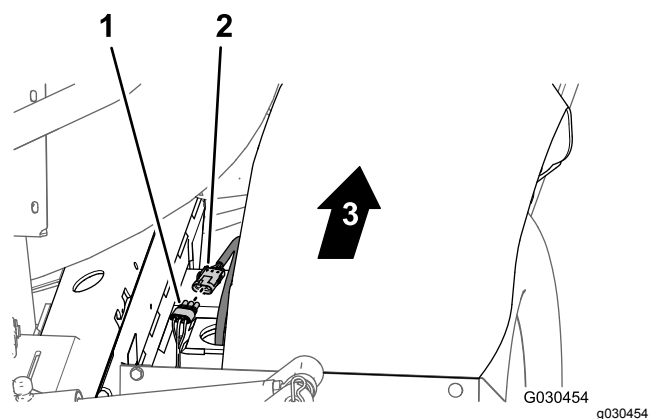

Figura 54
1. Nella parte posteriore della macchina (tra il tubo del telaio di destra e il parafrangente di destra), scollegate il connettore a 3 pin del cablaggio del sensore di velocità nel motore idraulico della trazione di destra dal connettore a 3 prese del cablaggio principale posteriore (Figura 54).